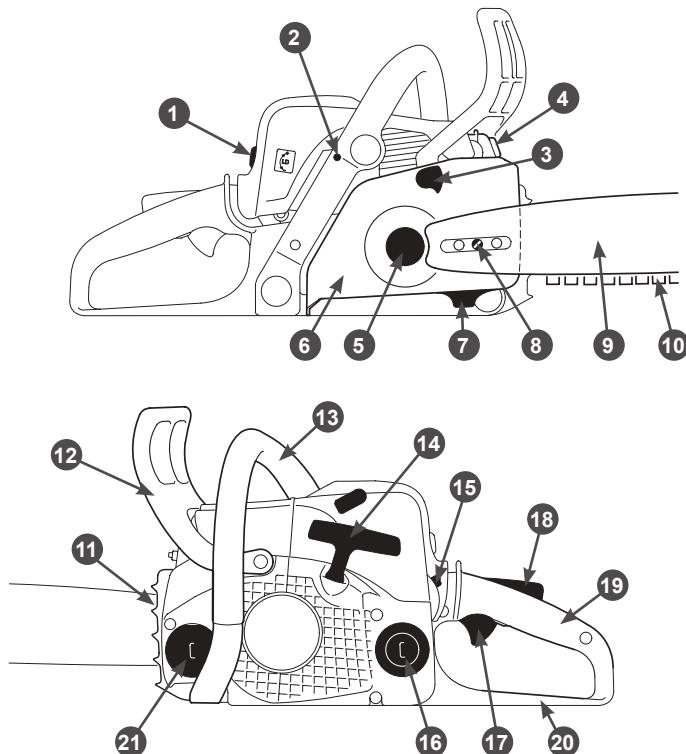

Рис. 1. Основные узлы и органы управления
Основные узлы и органы управления представлены на Рис.1.
- Установите на место и закрепите винтами зубчатый упор 11 так, как показано на Рис.1.